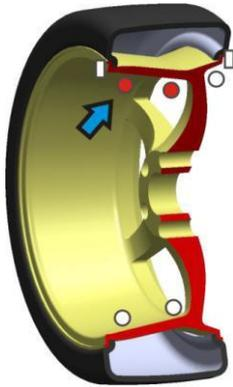

Bild 7
6. Bewege das Rad langsam gegen den Uhrzeigersinn. Wenn alle **linken** LEDs der Anzeige aufleuchten, zeigt dies die richtige Winkelposition an, an der die Gegengewichte montiert werden sollen. Bringe das Gegengewicht auf der 12 Uhr - Position **innen**, wie in Bild 7 gezeigt, an.